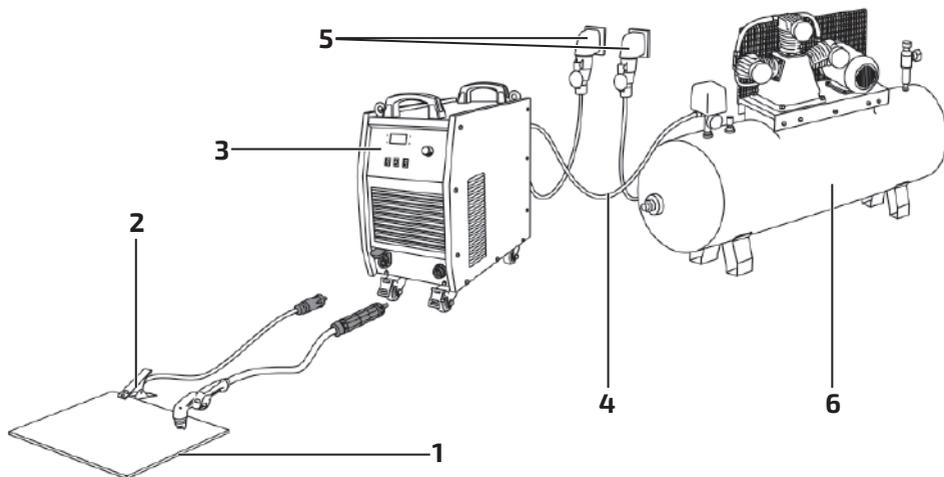
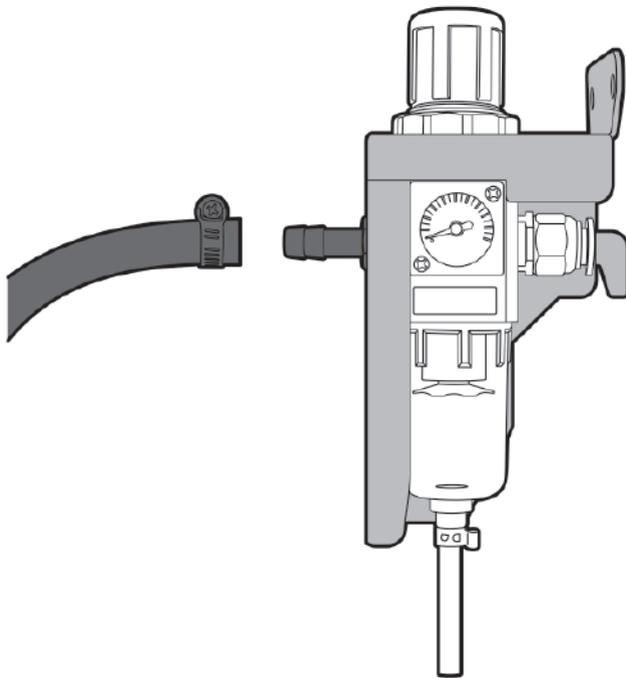

Рис. 7.4.1. Схема подключения аппарата к внешнему компрессору.
Рис. 8.0.1. Подсоединение газового рукава.
1. Подключите газовый рукав, идущий от компрессора к регулятору давления (см. рис. 7.4.1). Система подачи сжатого воздуха, состоящая из компрессора, регулятора давления и газового рукава, должна иметь плотные соединения (используйте винтовые хомуты), чтобы не допустить утечек и обрыва газового рукава (см. рис. 8.0.1).